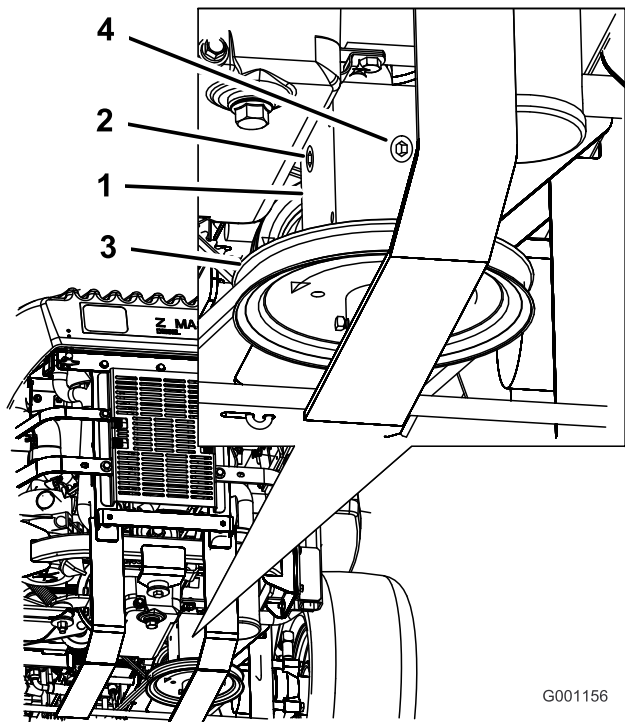

Figura 56
4. Retire el tapón lateral o trasero de la caja de engranajes (Figura 56).